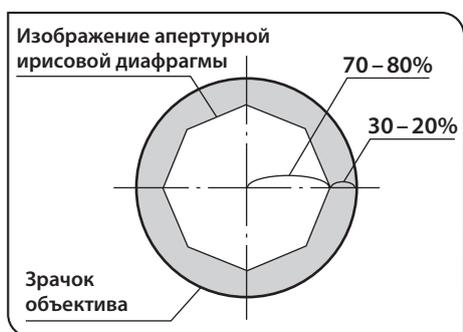

Рис. 46
- Одновременно, если вы снимете окуляр и заглянете в тубус, вы увидите зрачок объектива и изображение апертурной ирисовой диафрагмы, как показано на рис. 46.